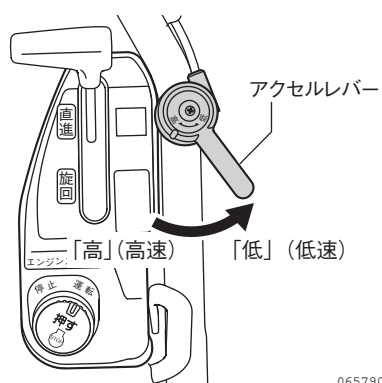

図 2-36 アクセルレバー
2. アクセルレバーを「低」位置にします。エンジン回転が下がります。(図 2-36)